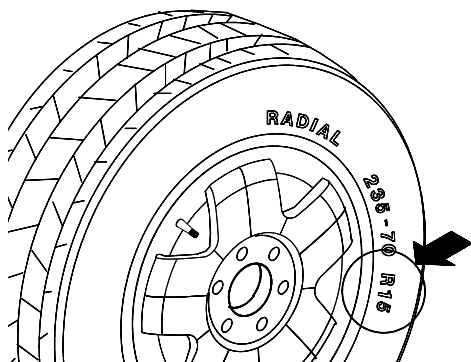

Figure 23
**4.5.2 Entrer le diamètre de la jante** - Sélectionner la bouton Diamètre Manuel (#11 page 9). Lire le diamètre jante indiqué sur la face latérale du pneu (Figure 23). Entrer le diamètre mesuré de la jante en appuyant sur le bouton **Diamètre** puis sur le bouton flèche **Haut** ou **Bas** jusqu'à ce que la valeur souhaitée apparaisse dans l'afficheur de droite.